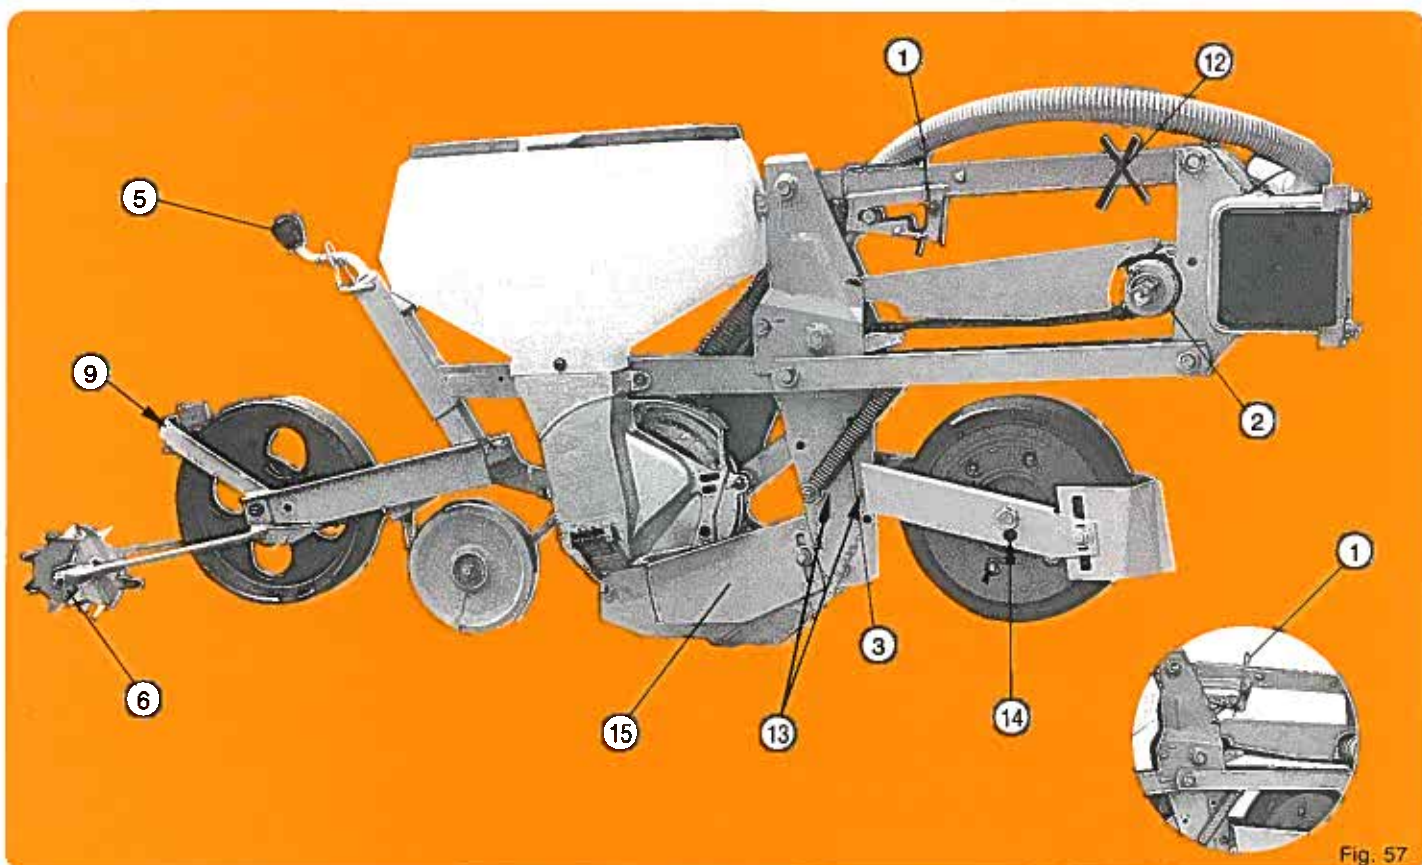

Fig. 57
Version de base (fig. 57) :
ATTENTION : avec roue avant ou double disque + roues accolées, le bras supérieur du parallélogramme doit être flottant : le trou (12) (fig. 57) doit donc être libre et sans bouchon de blocage. Au travail, le 3^e point du tracteur sera à régler pour permettre un débattement convenable du bras et de l'élément (trou au centre de la lumière).
- 1 Taquet d'accrochage en position relevée (fig. 57) : en cours de travail laisser le ressort dans son cran pour éviter les accrochages involontaires du taquet.
- 2 Système de sécurité (fig. 57) : il provoque un crabotage sonore en cas de blocage de la distribution. Un arrêt est alors obligatoire (voir page 31).
- 5 Réglage du terrage (fig. 57) : une jauge graduée facilite l'uniformité du réglage.
- 6 Réglage de l'orientation des roto-herses (fig. 57) : à partir de son axe-boulon sur chacune des étoiles.
- 9 Réglages des décrotoirs de roues (fig. 57) : les décrotoirs doivent être réglés au plus près, sans serrage ni jeu afin d'effectuer un nettoyage convenable sans usure prématurée.
Basic version (fig. 57) :
ATTENTION: when using front press wheel or double disc openers with side press wheels, the upper arm of the parallelogram should be floating. Hole (12) (fig. 57) has therefore to be open and without a locking bolt. When operating, the top link of the tractor has to be adjusted to allow the arm of the metering unit to slide as needed. (The hole should be positioned in the middle of the slot.)
- 1 Locking pawl to keep unit in a raised position (fig. 57): while planting, leave the spring in its notch to avoid involuntary lock-up of the locking pawl.
- 2 Safety system (fig. 57): this causes the clutch to sound in case of a blockage in the metering system. When this clutching sound is heard, stop the machine immediately (see page 31).
- 5 Adjustment of the depth (fig. 57): a gradual scale makes it easier to set the units at a uniform depth.
- 6 Adjustment of the position of crumblers (fig. 57): this can be adjusted by the bolt of each spur.
- 9 Adjustment of wheel scrapers (fig. 57): scrapers have to be adjusted in such a way that they are neither too close nor too far from the wheel, so that proper cleaning can be done without causing early wear.
Grundausführung (Abb. 57):
ACHTUNG: Wenn die vordere Andruckrolle oder Doppelscheibenschär mit Andruckrollen montiert sind, ist die Schraube aus dem oberen Parallelogramm zu entfernen (12) (Abb. 57) ohne Blockierungsschraube.
- 1 Element in Transportstellung (Abb. 57): Beim Spannen der Feder wird der Sperrhebel aus der Kerbe gedrückt und das Element geht in Saatstellung zurück.
- 2 Überlastsicherung (Abb. 57): Wenn die Säscheibe blockiert, spricht die Rutschkupplung mit einem lauten Geräusch an. Dann ist die Maschine sofort anzuhalten (siehe Seite 31).
- 5 Tiefenregulierung (Abb. 57) : Beachten Sie die Tiefenregulierungsskala, auf der Sie die Tiefeneinstellung ablesen können.
- 6 Einstellung der Scheibenkrümmler (Abb. 57) : Diese kann mit einer Schraube auf jede gewünschte Breite eingestellt werden.
- 9 Einstellung der Abstreifer für die Andruckrollen (Abb. 57): Zum Reinigen der Räder. Die Abstreifer sind so einzustellen, daß sie nicht zu nah und nicht zu weit von den Rädern entfernt sind, damit eine vollständige Reinigung erfolgen kann.
Versión de base (fig. 57) :